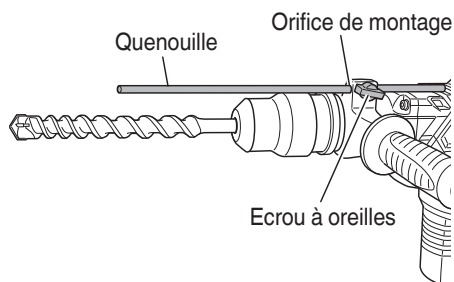

Fig. 10
- (c) Commuter le sélecteur sur "frappe" en procédant comme indiqué au point (1) ci-dessus et fixer la position de l'outil.
5. Installer la quenouille (Fig. 10)